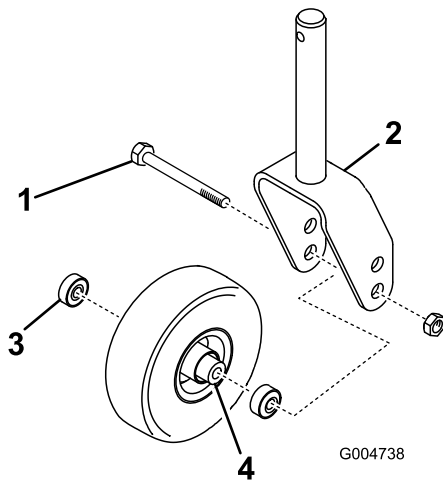
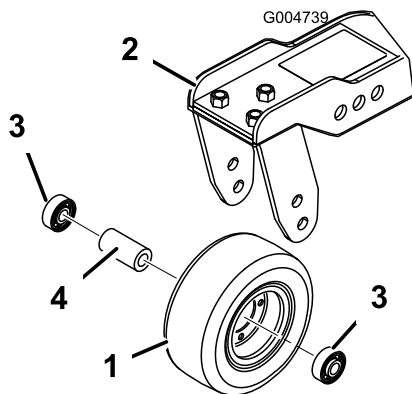

Figura 107
Figura 108
- Togliete il dado di bloccaggio dal bullone che fissa il gruppo ruota orientabile alla forcella (Figura 107) o al braccio di rotazione (Figura 108).
- Togliete il cuscinetto dal mozzo della ruota e lasciate cadere il distanziale del cuscinetto (Figura 107 e Figura 108).